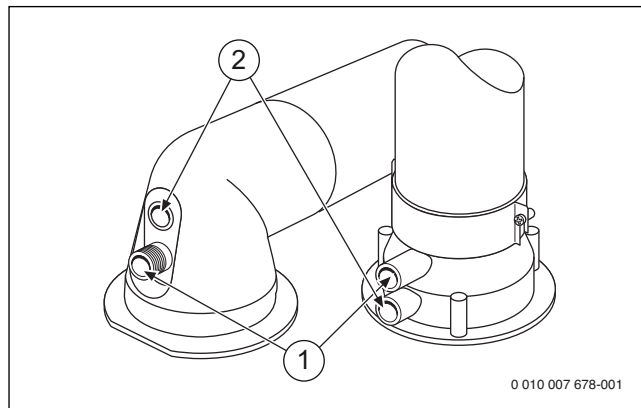

Fig. 46 Pieza de conexión para la medición de los gases de escape y pieza de conexión para la medición del aire de combustión
- Retirar el tapón en la pieza de conexión para la medición de los gases de escape (→ fig. 46).